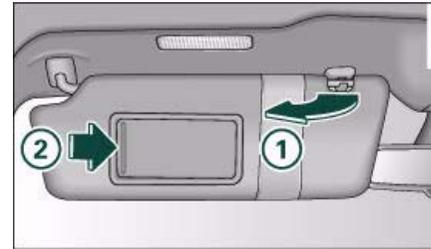

Fig. 49 Lado del conductor: Parasol
El parasol puede extraerse de la fijación y girarse hacia la puertas ⇒ fig. 49 (1). En esta posición también es posible desplazar el parasol longitudinalmente*.